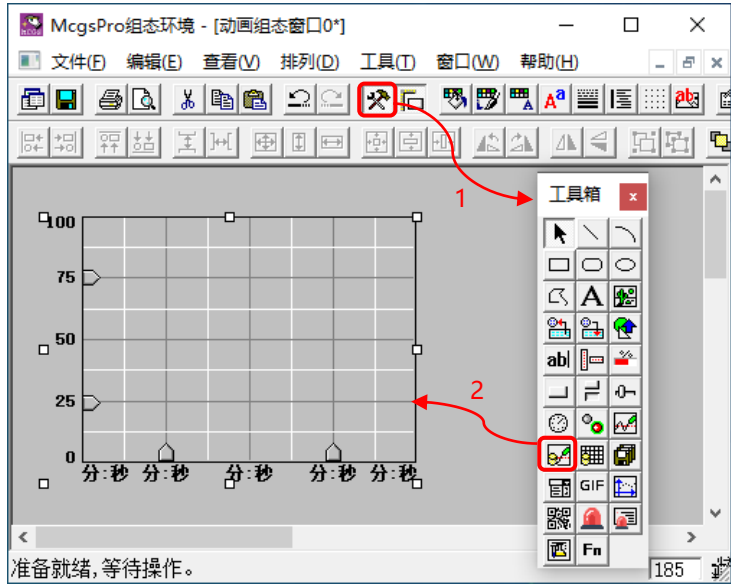

图 5.2-9 绘制历史曲线构件
- ① 进入窗口组态：在章节 5.2.1 所组态工程的基础上，进入工作台的“用户窗口”，双击“窗口 0”进入其组态画面（如“用户窗口”中没有窗口，可点击按钮“新建窗口”创建一个窗口），窗口背景颜色可自行定义。
- ② 绘制历史曲线构件：如图 5.2-9，在工具箱中选择“历史曲线”构件，并绘制，